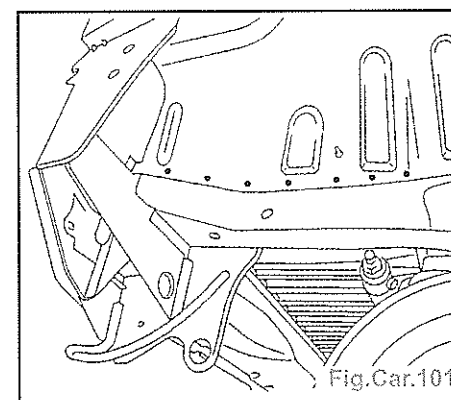

Fig.Car.101
- Souder par points électriques (Fig.Car.101).